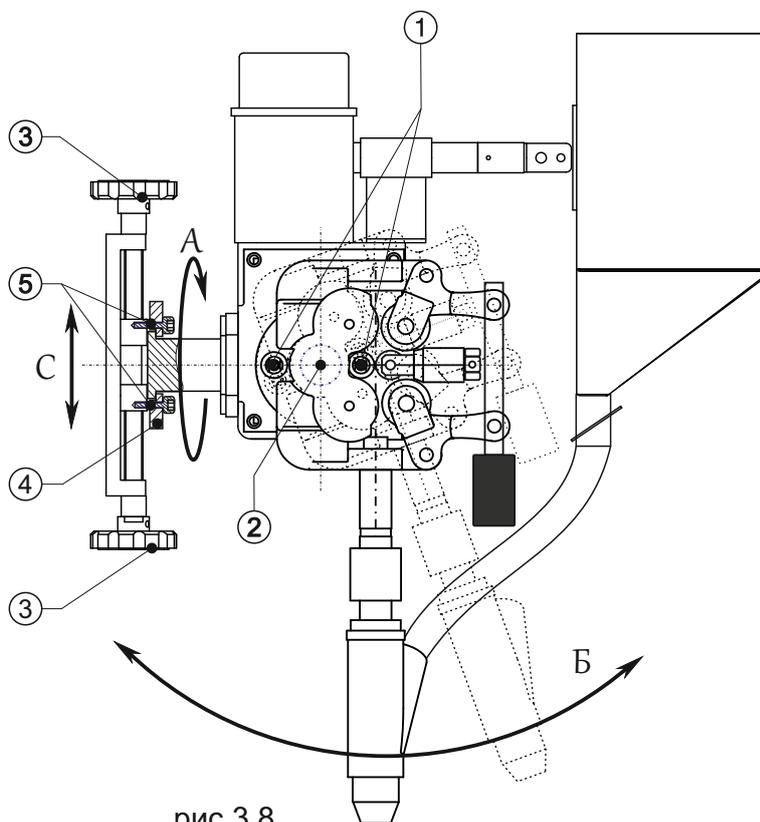

рис.3.8
Устройства перемещения сварочной головки представлены на рис.3.8.
Для поворота сварочной головки вокруг горизонтальной оси (траектория А рис.3.8.) требуется:
- ослабить болты крепления головки поз.5 рис.3.8;
Для поворота сварочной головки вперед (траектория Б рис.3.8.) требуется:
- ослабить гайки крепления накладки редуктора поз.1 рис.3.8;
- повернуть сварочную головку на нужный угол вперед или назад вокруг оси ведущей шестерни привода поз.2 рис.3.8 (диапазон поворота ± 45 град.);
Для дополнительного подъема-опускания сварочной головки (траектория С рис.3.8.) используются рукояти поз.3 рис.3.8 (диапазон подъема 100мм).